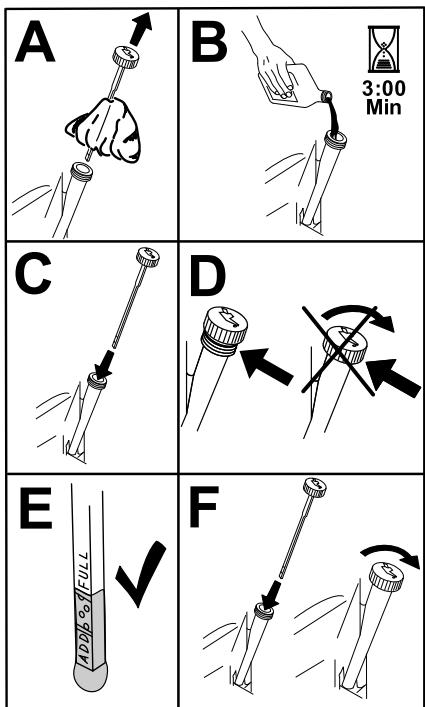

Figura 36
- Vierta lentamente un 80 % aproximadamente del aceite especificado por el tubo de llenado, luego añada lentamente el resto del aceite hasta que llegue a la marca de **Lleno** (Figura 36).